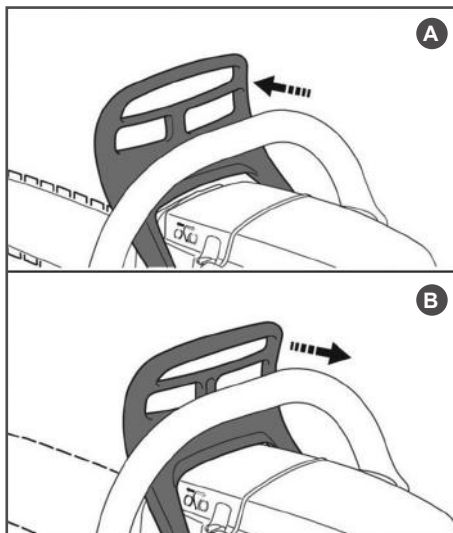

Рис. 7. Проверка механического тормоза.
Тормоз цепи выключен (цепь может вращаться), когда ручка тормоза взведена (Рис. 7В).
Тормоз цепи включен (цепь не имеет возможности вращаться), когда ручка тормоза находится в отжатом положении (Рис. 7А).
3. Используя тормоз цепи, переместить левое запястье от себя и нажать им на ручку тормоза, не отпуская рукой переднюю рукоятку бензопилы (Рис. 7).
6. Взведите ручку тормоза (Рис. 7).